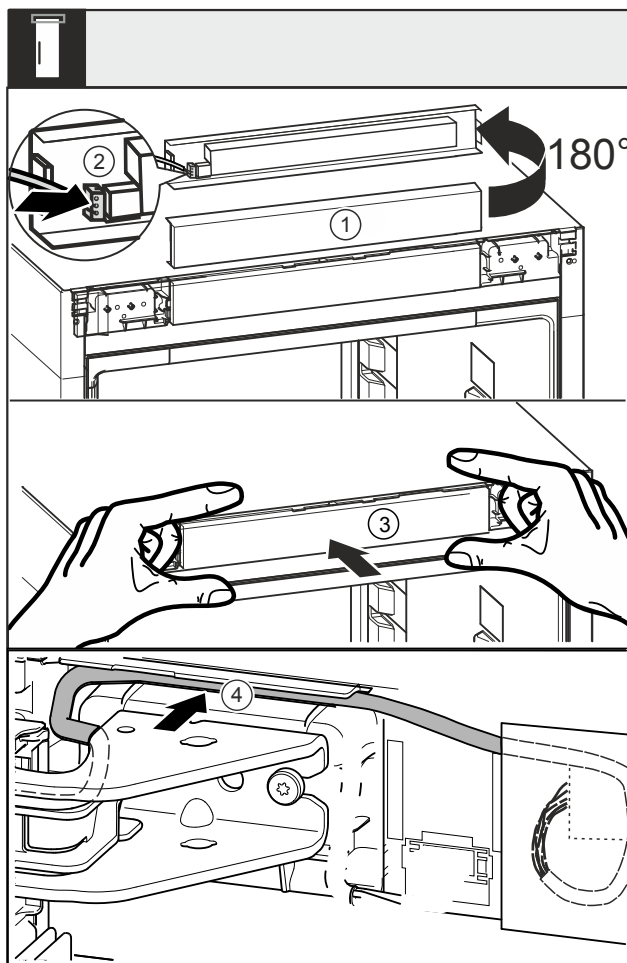

Fig. 47
- Okrenite masku Fig. 47 (1) za 180° prema gore.
- Uglavite utikač Fig. 47 (2) na masku s upravljačkim elementom.
- Masku Fig. 47 (3) ponovno uglavite na uređaju.
- Oprezno položite kabel u vodilicu Fig. 47 (4) iznad gornjeg podloška ležaja.